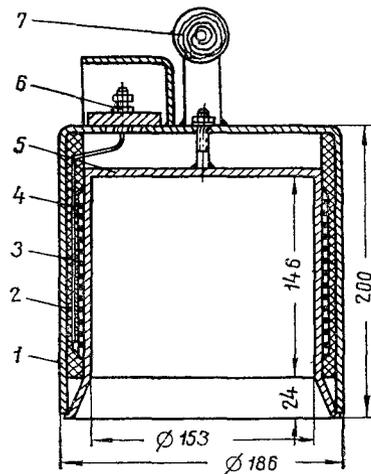

Рис. 126. Электрогрелка:
2. Проверьте посадку поршневых пальцев в бобышки поршней. Если в холодном состоянии палец при незначительном усилии выходит из бобышек, поршень замените. При снятии поршня для зачистки царапин и замены натяг между поршневым пальцем и бобышками ослабьте прогревом электрогрелкой (рис. 126), если она имеется, или паяльной лампой до температуры $80...120^\circ\text{C}$. Нагрев поршня выше 120° не допускайте. После нагрева деревянной выколоткой вытолкните поршневой палец из бобышек поршня.